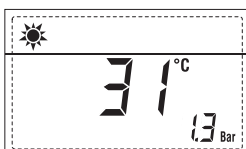

Fig. 25
ACCENSIONE CALDAIA (fig. 25)
SPEGNIMENTO CALDAIA (fig. 25)
In caso di brevi assenze premere il tasto dei comandi (pos. 2). Il display si presenterà come indicato in fig. 25. In questo modo lasciando attive l'alimentazione elettrica e l'alimentazione del combustibile la caldaia è protetta dai sistemi antigelo e antibloccaggio pompa.